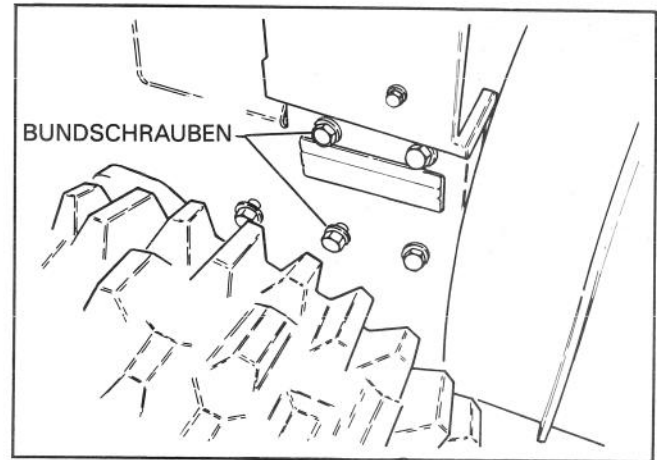

Abbildung 6
7. Die zwei M8-Bundschrauben, mit denen der Leitrollensatz am Motorrahmen angebracht ist, entfernen und wegwerfen (Abb. 6).